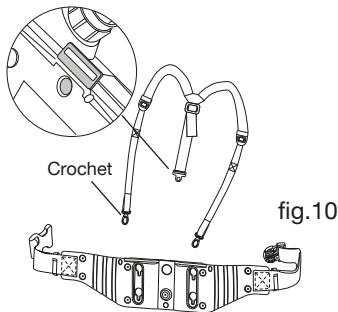

fig.10
2. Positionnez les bretelles comme vous le souhaitez, puis fixez les deux crochets aux trous correspondants de chaque côté de la ceinture (voir fig. 10).